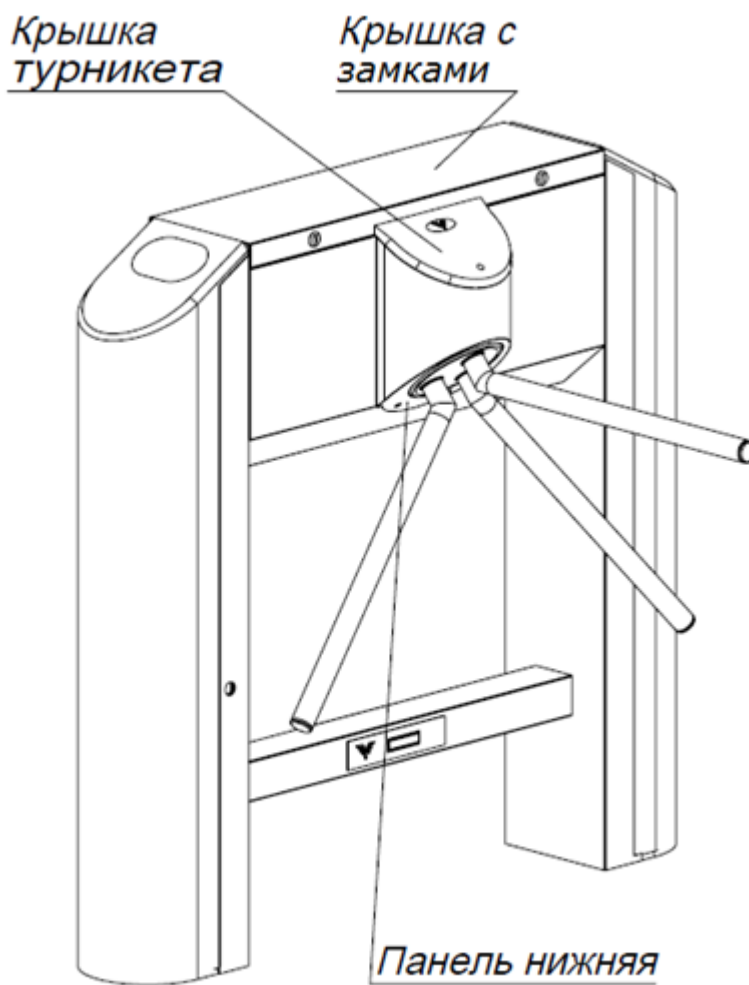

Рис. 1
Для того чтобы получить доступ ко всем необходимым узлам турникета нужно выполнить его частичную разборку. В данный объем работ входит демонтаж крышки с замками, крышки турникета и панели нижней (рис. 1).
3.3. Откройте при помощи ключей и снимите крышку с замками (см.рис. 1).